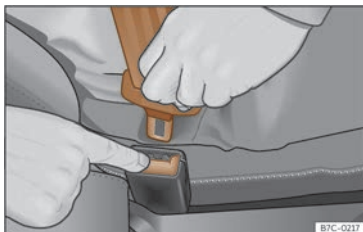

Fig. 19 Eliberați limba centurii de siguranță.
- Apăsăți butonul roșu de pe cataramă >>> **fig. 19**. Limba centurii va fi eliberată din cataramă.